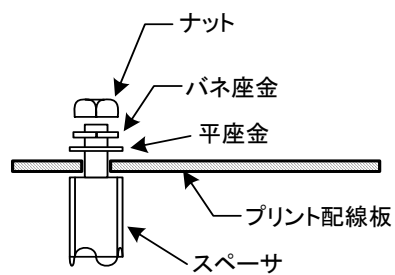

図１０
- ⑭ 圧電ブザー（BZ1）は、部品裏面に両面テープを貼り、組立図を参考にしてプリント基板の空いているスペースに貼り付ける。
- ⑮ スペーサの取り付け方を図１０に示す。締め付けトルクについては、⑬項と同じ。